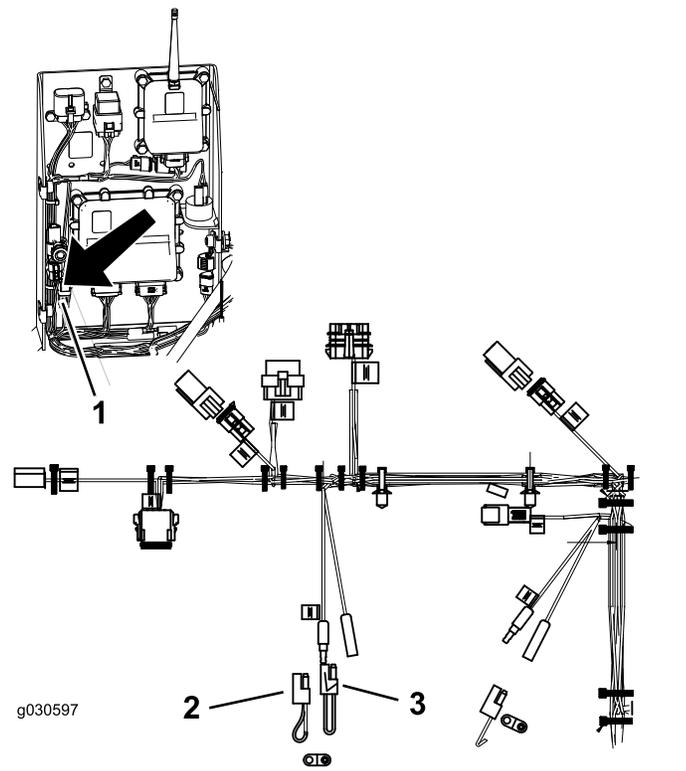

Рисунок 32
2. Отсоедините двухпроводные разъемы от гибкого соединителя, показанного на Рисунок 32.